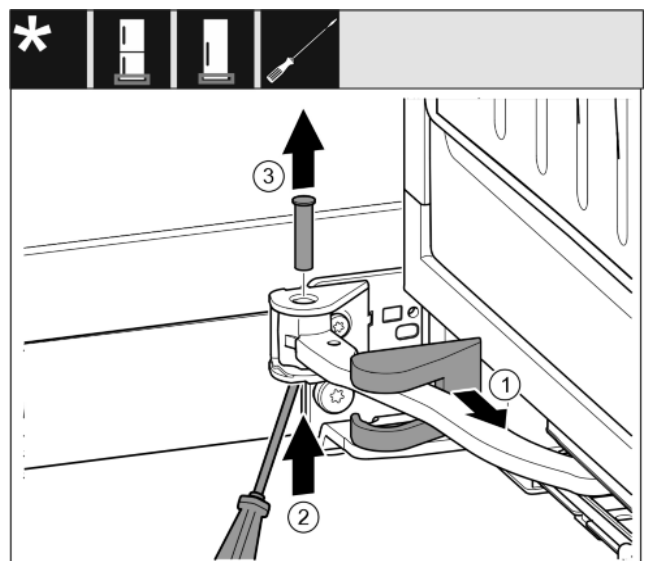

Fig. 12
- ▶ Изтеглете капачка на лагерната стойка и го преместете по продължение на шарнира. Fig. 12 (1)
- ▶ С пръст или отвертка повдигнете болта отдолу. Fig. 12 (2)
- ▶ Вкарайте отвертка под главата на болта и го извадете. Fig. 12 (3)